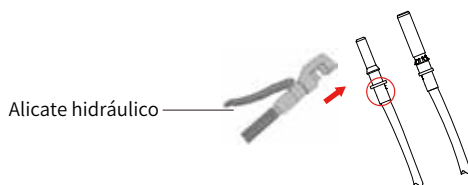

Figura 6.4 Crimpe o pino de contato ao fio
b) Terminais de crimpagem de metal com um alicate de crimpagem como mostrado na figura.(como mostra a figura 6.4).